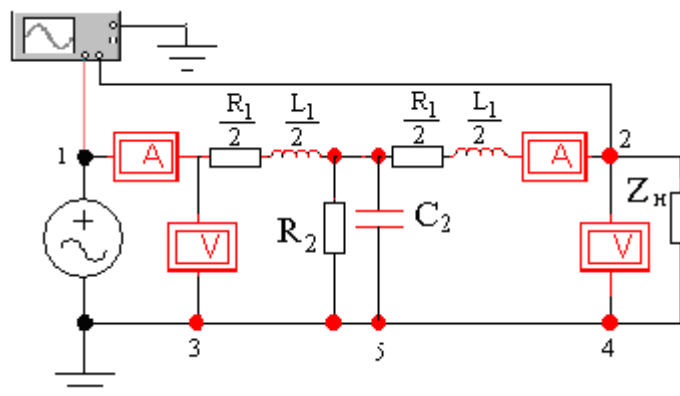

Рисунок 4.2 - Экспериментальная схема
4.2.2 Собрать электрическую схему (рисунок 4.2).